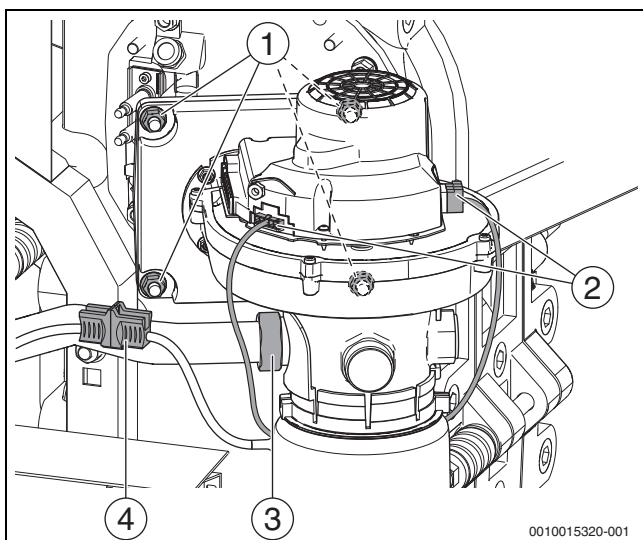
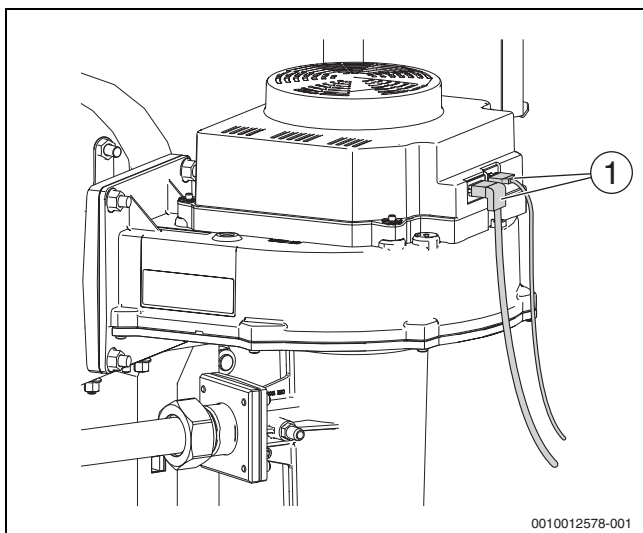

Рис. 60 Электрические подключения, демонтаж вентилятора (котлы 75-100 кВт)
Рис. 61 Электрические подключения вентилятора (котлы 150-300 кВт)
- ▶ Отсоедините электрические подключения на вентиляторе (→ рис. 60 и рис. 61).
- ▶ Разъедините штекерное соединение (→ рис. 60)
- Отверните накладную гайку на трубе Вентури (→ рис. 60, [3]).